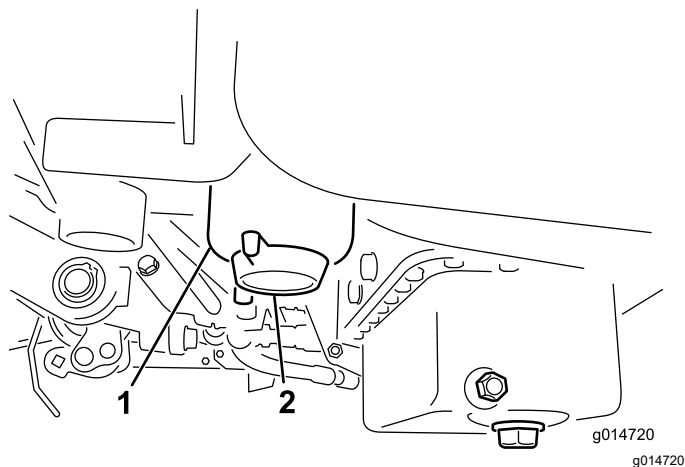

Figura 39
2. Limpie la zona de montaje del cartucho del filtro (**Figura 39**).
4. Abra el tapón de vaciado del filtro (**Figura 39**).